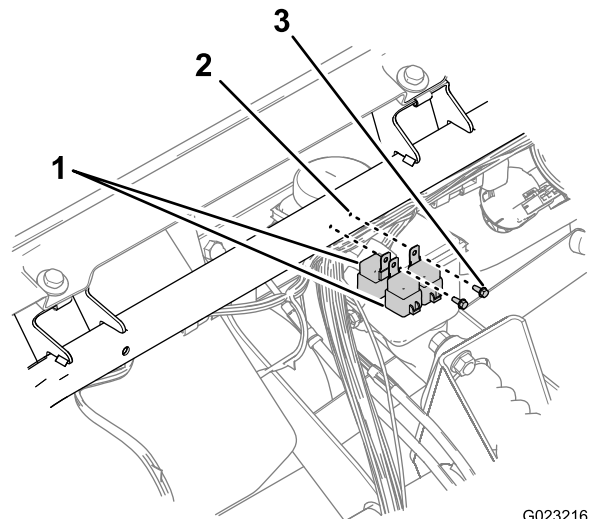

Figure 15
6. Fixez un relais au tube de support de la planche de bord au moyen du boulon (1/4 x 5/8 po) vissé dans le trou que vous avez percé à droite (Figure 15).
7. Alignez 2 relais dos à dos (Figure 15).
8. Fixez les 2 relais au tube de support de la planche de bord au moyen du boulon (1/4 x 5/8 po) vissé dans le trou que vous avez percé à gauche (Figure 15).